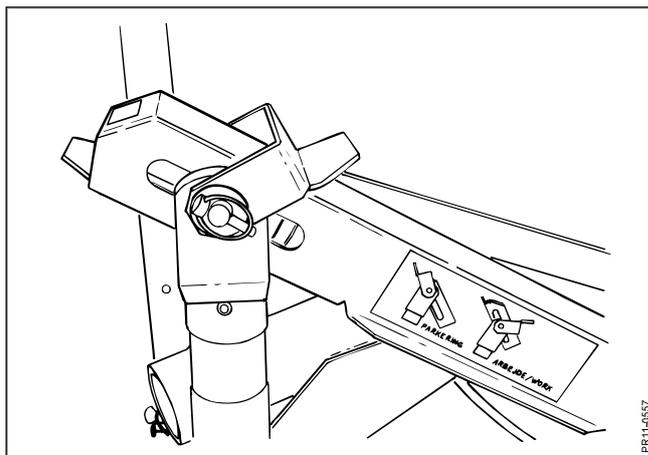

Fig. 2-5
- Fig. 2-5:** La profondità di arresto sui bracci di sollevamento deve essere regolata in modo tale che ci sia una fessura di 2 cm sopra il perno nel dispositivo di scarico.